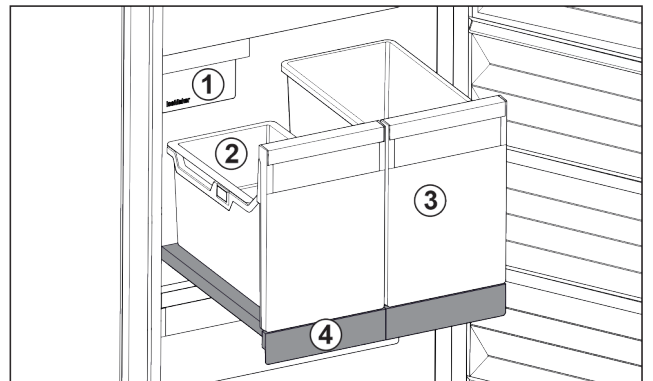

Fig. 122 Izvlačna ploča s IceTower
Na izvlačnoj ploči se nalaze dva visoka spremnika (IceTower). U spremniku se skupljaju i spremaju Fig. 122 (2) kockice leda iz IceMaker. Spremnik Fig. 122 (3) je prikladan za čuvanje visokih namirnica kao što su pizza ili alkoholna pića.